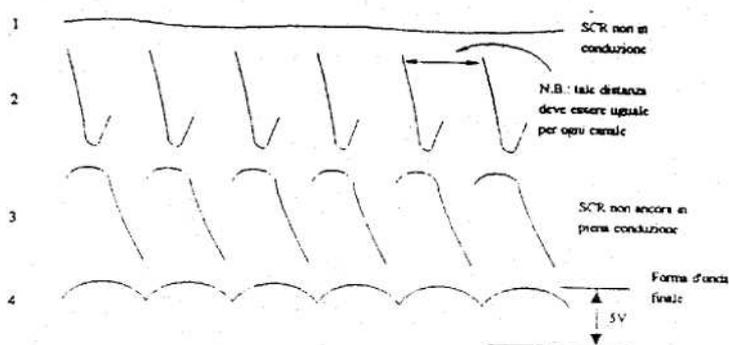

fig. 5
- ⑨ - Mettere la scheda di prolunga sulla scheda V×I in modo da poter effettuare le regolazioni e il ponticello in posizione **automatico** (ovvero tra il centrale e P3).
- Agendo sul potenziometro, faccio variare la parzializzazione dell'onda visualizzata sull'oscilloscopio. Durante tale operazione l'apertura degli SCR deve essere perfettamente identica per ogni canale (fig.5).
- La parzializzazione dell'apertura degli SCR, oltre al potenziometro di regolazione della potenza, è regolata anche tramite il trimmer PT9. Agire su quest'ultimo in modo da far sì che il max valore coincida con la max apertura (punto 4 di fig.5).